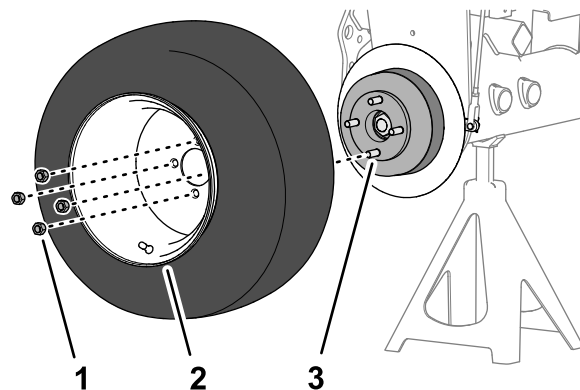

Bild 63
1. Entfernen Sie die vier Radmutter, mit der das Vorderrad an der Nabe befestigt ist, und nehmen Sie das Rad ab (Bild 63).